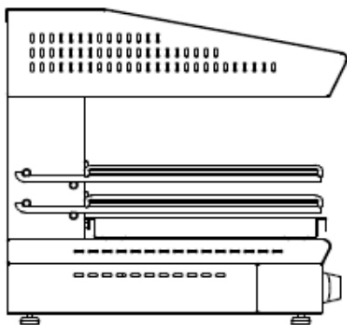

Abb. 2
- Drücken Sie die Taste (3).
- Schalten Sie den Drehknopf (6) auf Position 1.
- Stellen Sie den Abstand zwischen dem Grillgut und dem Heizelement ein. Je größer der Abstand zwischen dem Grillgut und dem Heizelement ist, desto geringer ist die Hitzeintensität. Bei Geräten mit festem Grilldeckel (SFH..) wählen Sie die Hitzeintensität, indem Sie die Pfanne auf verschiedene Höhen stellen, wie in Abb. 2 gezeigt.
Die Rostabdeckung muss sich in maximaler Höhe über dem Kochfeld befinden (Abb. 2). Wechselseitige Heizelemente halten das Kochgut auf dem Topf auf der während des Kochvorgangs erreichten Temperatur.